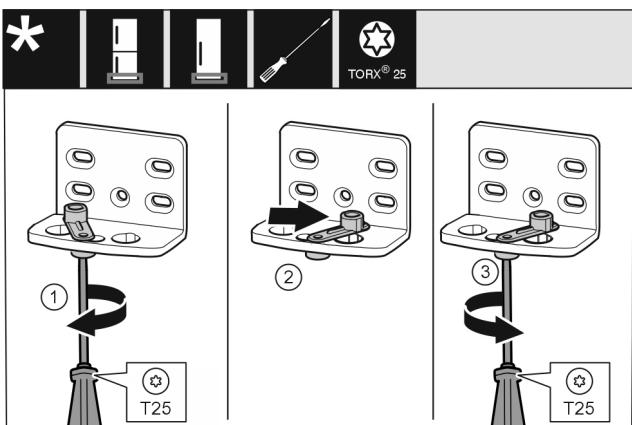

Fig. 26
- ▶ 将螺钉 Fig. 26 (1)用螺丝刀拧松。
- ▶ 将关门辅助装置 Fig. 26 (2)提起并向右 90° 转入钻孔。
- ▶ 将螺钉 Fig. 26 (3)用螺丝刀拧紧。